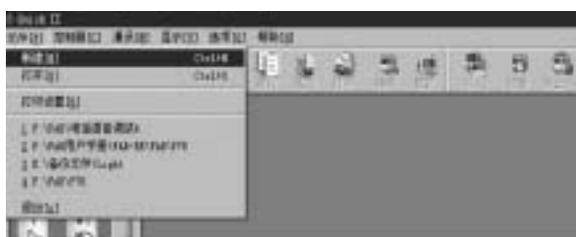

图 4.1 开启新文档
1. 欲打开一个新的文件，用鼠标左键单击菜单文件下的新文件选项或单击工具条上的  图标。如图 4.1 所示：